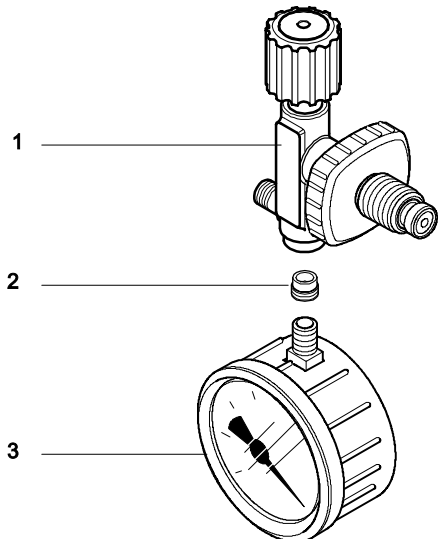

Рис. 40 Фильтрующая металлокерамическая вставка
- вывинтите манометр (3, Рис. 40) из корпуса заправочного клапана (1).
- вывинтите металлокерамический фильтр (2) при помощи широкой отвёртки.